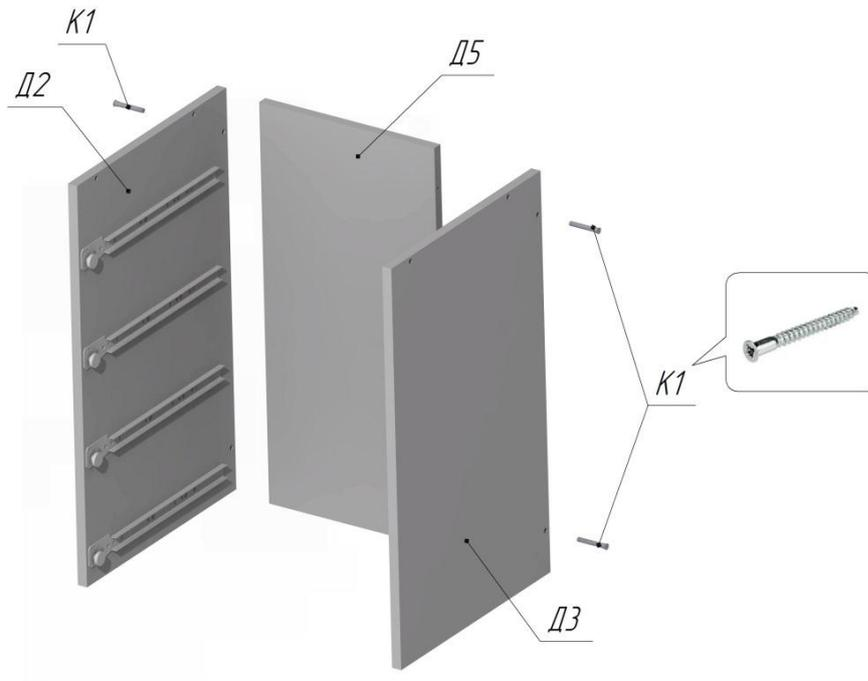

Рисунок 2
4. Соединить правую стенку Д3 и левую стенку Д2 с задней стенкой тумбы Д5 с помощью конфирматов К1 (4шт.). См.Рис.2. **КОНФИРМАТЫ НЕ ЗАТЯГИВАТЬ!**